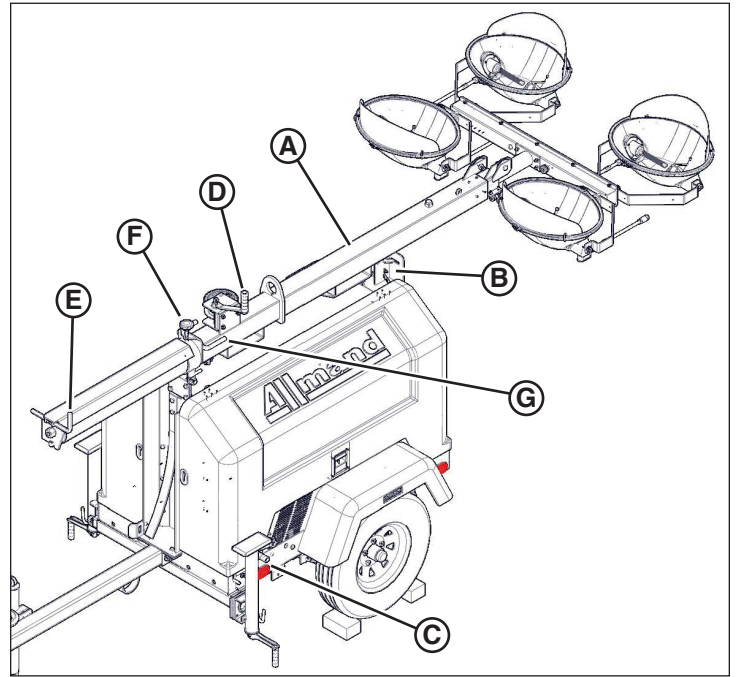

Figura 27
La torre con cabrestante manual (A, Figura 27) se puede elevar o extender mediante la operación de dos cabrestantes manuales con manivela. Un cabrestante, montado con la manilla extendida por el lado del almacén del remolque, eleva y baja el mástil de desde la posición horizontal de remolcado hasta la posición vertical, y vice-versa. El segundo cabrestante montado en la torre extiende y retrae las secciones telescópicas.
3. Suelte el pasador (B, Figura 27) que fija el mástil al soporte posterior del mástil.
4. Haga funcionar la manivela manual (C, Figura 27) en el lado derecho del remolque para elevar el mástil desde la posición horizontal a la vertical.
5. Enganche el pasador de seguridad automático con resorte (E, Figura 27).
6. Mueva el cabrestante de manivela manual (D, Figura 27) de la torre en el sentido de las agujas del reloj para elevar las luces verticalmente.
7. Para girar las luces, gire la perilla negra superior (F, Figura 27) en el sentido contrario al de las agujas del reloj y gire la torre con las manillas (G). Vuelva a apretar la perilla
2. Suelte la perilla negra superior (F, Figura 27) y gire la torre hasta que las manillas (G) estén paralelas con el parte delantera del remolque y vuelva a apretar la perilla.
3. Accione el cabrestante superior de manivela manual (D, Figura 27) en el sentido contrario al de las agujas del reloj para bajar las luces a la posición vertical más baja.
4. Opere el cabrestante inferior de manivela manual (C, Figura 27) en el costado del remolque en el sentido de las agujas del reloj para recoger la holgura del cable.
5. Desenganche el seguro automático con resorte (E, Figura 27).
8. Fije el pasador de liberación de soporte posterior (B, Figura 27) que bloquea el mástil al soporte posterior de la torre para remolcar.